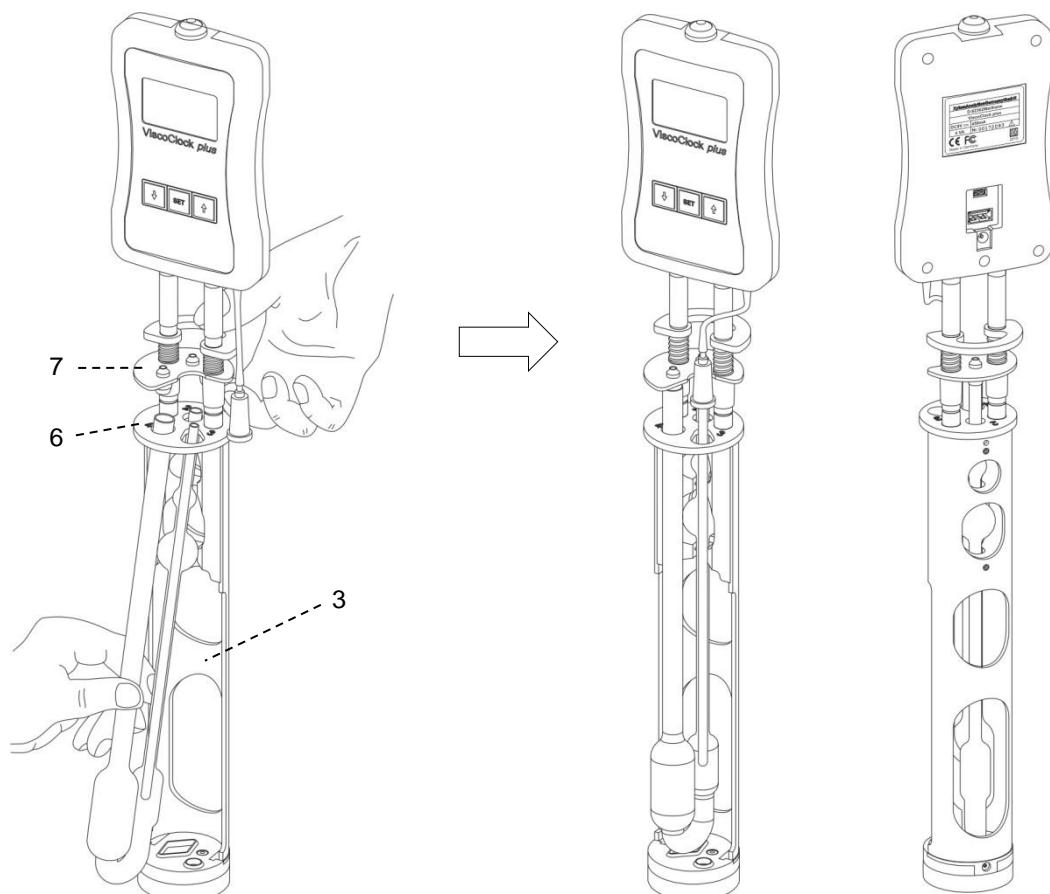

Fig. 3 Mise en place du viscosimètre dans le ViscoClock plus
Poussez la plaque de fixation (7) contre la plaque de préhension (9) (voir Fig. 3).
- Introduisez le viscosimètre obliquement du bas au travers de la plaque de guidage (6) et positionnez-le verticalement dans le prisme de centrage (2).
- Faire descendre la plaque de fixation (7).
- Vérifiez le bon positionnement des bouchons en silicone sur le tube de remplissage (21) (bouchon de silicone 8D) et le tube capillaire (22) (bouchon de silicone 8S).
- **Mettez verticalement le bouchon de silicone (10) sur le tube d'aération!**
- Placez le viscosimètre Micro-Ostwald dans le statif (3) de l'appareil de mesure de la viscosité ViscoClockplus de sorte que le tube capillaire soit introduit et que le tube de remplissage soit positionné dans le trou ovale de la plaque de guidage (6).